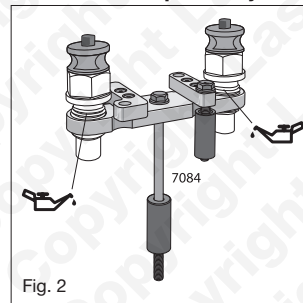

Fig. 2
2. Se référer à la Figure 2 : huiler légèrement les deux filets d'extraction sur l'outil.